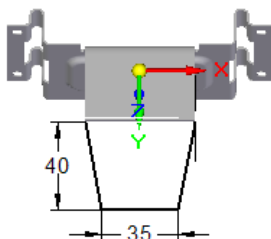

图 8.11.36 编辑草图
(4) 定义弯边尺寸。单击“轮廓步骤”按钮，编辑草图尺寸如图 8.11.36 所示，单击按钮，退出草图绘制环境。